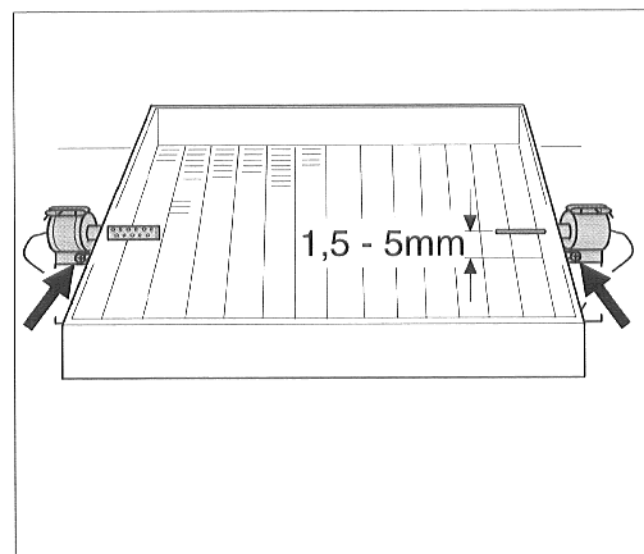

Abb. 29 Glühzünd- und Ionisationselektrode
- Befestigungsschrauben der Elektroden zwei Umdrehungen lösen (Abb. 29).
- Glühzünd- und Ionisationselektrode entfernen (Abb. 29).